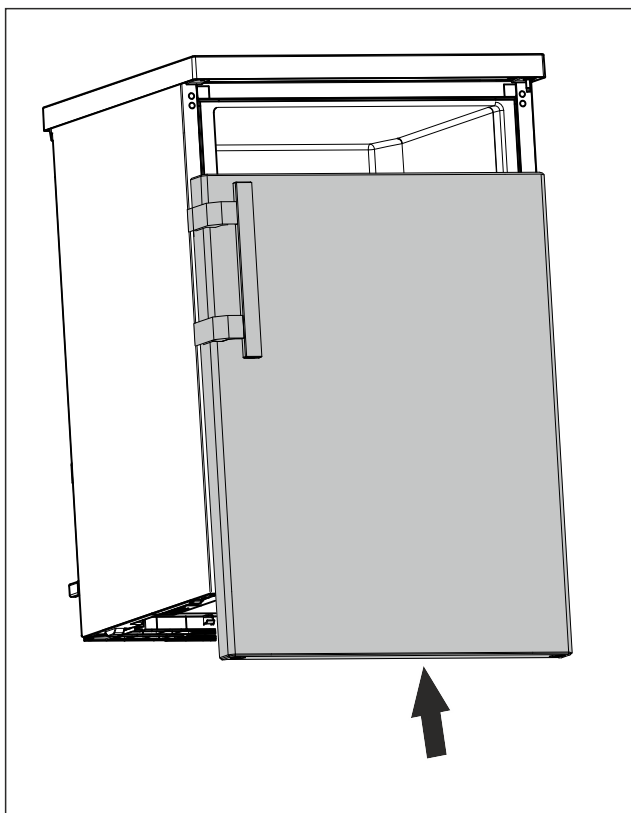

Fig. 15
- ▶ Плъзнете вратата върху горния болт, когато е затворена. (виж Fig. 15)